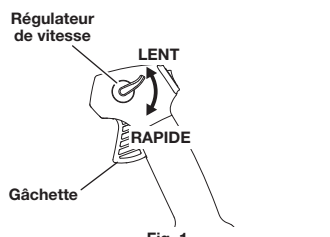

Fig. 1
- Dès que le moteur a démarré et qu'il est chaud, actionnez la gâchette pour accélérer l'appareil (Fig. 1).
- Pour des périodes d'utilisation plus longues et pour éviter l'engourdissement des doigts, placez le régulateur de vitesse en **position RAPIDE** pour augmenter progressivement ou maintenir la vitesse du moteur de l'appareil (Fig. 1). Lorsque vous appuyez sur le régulateur de vitesse, la gâchette s'enfonce dans la poignée.
- Pour diminuer la vitesse du moteur, déplacez le régulateur de vitesse vers la **position LENTE** : la gâchette revient alors en position de ralenti (Fig. 1).